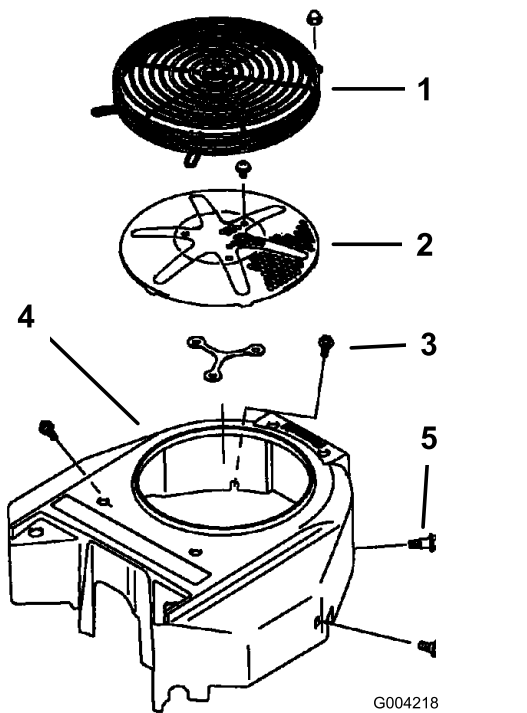

Figura 59
3. Retire la rejilla de entrada de aire y la carcasa del ventilador (Figura 59).
5. Instale la rejilla de entrada de aire, el arrancador de retroceso y la carcasa del ventilador (Figura 59).